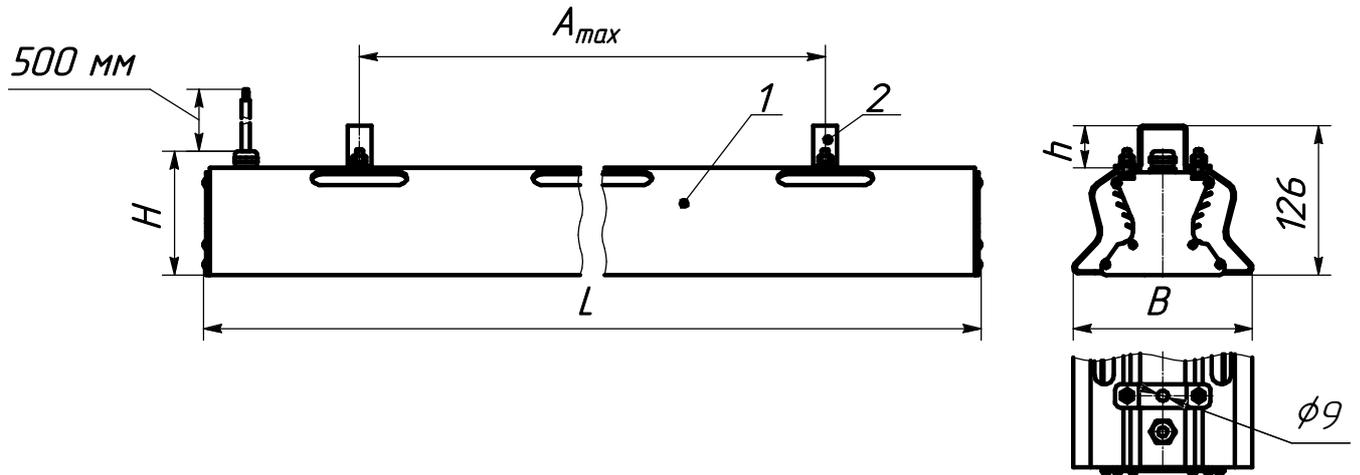

Рисунок 1 - Внешний вид и габаритные размеры светильников ДСП47
2.15 Масса и габаритные размеры светильников приведены в таблице 2 (см. рисунок 1, рисунок 3б приложения А).
3.2 Светильник серии ДСП47 состоит из корпуса (алюминиевый профиль), светодиодных модулей и линз, защитного стекла, источника питания (драйвера), узла крепления (скоба). Общий вид светильника приведен в приложении А (рисунок 1, 2, 3)